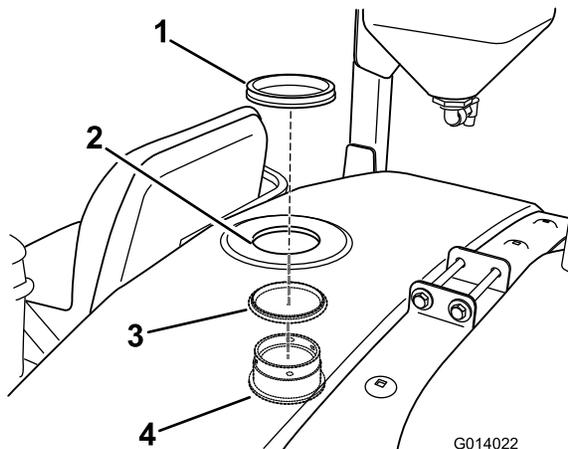

Figure 21
3. Montez la traversée comme illustré à la Figure 21.